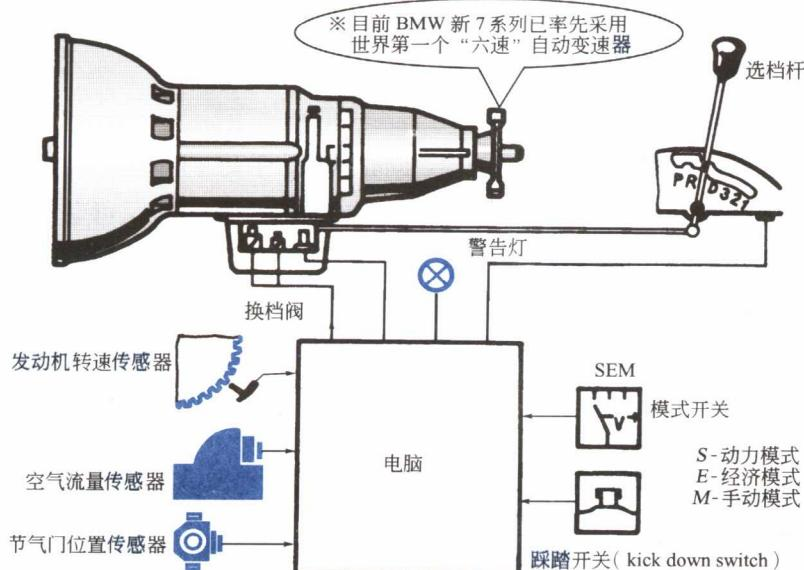

图 1-5 Bosch 电子控制式自动变速器
1. 电子控制传统自动变速器 EC-AT(Electronic Control Automatic Transimission)也有简称 EAT 或 ECT, 如图 1-5 所示。